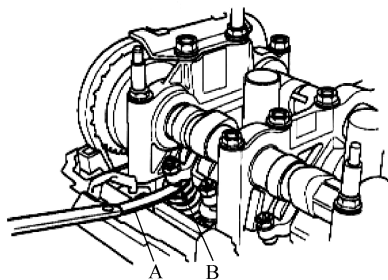

图 2-42 气门间隙测试
4) 将塞尺(A)插入调整螺钉(B)及气门挺杆端部之间,前后滑动;应该能感觉到存在轻微的阻力,见图 2-42。